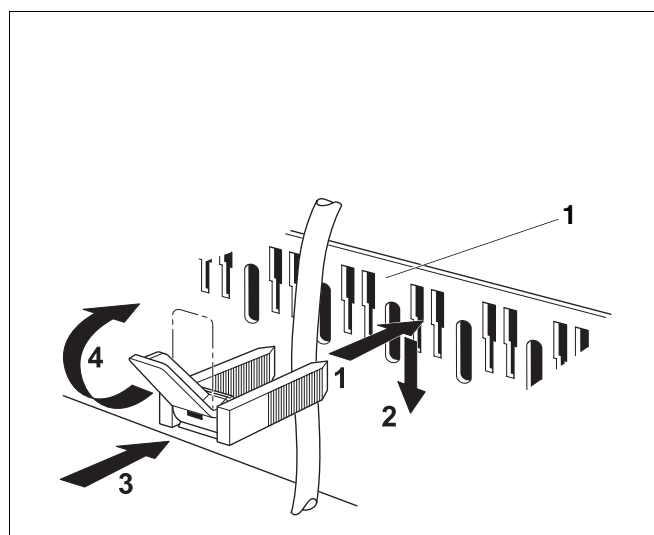

Abb. 13 Leitung mit Kabelschellen sichern
- Kabelschelle mit eingelegter Leitung von oben in die Schlitz des Schellenrahmens (Abb. 13, **Pos. 1**) einsetzen; der Steg des Hebels muss dabei nach oben zeigen (Abb. 13, Schritt 1).
- Kabelschelle herunterschieben (Abb. 13, Schritt 2).
- Gegendrücken (Abb. 13, Schritt 3).
- Hebel nach oben umlegen (Abb. 13, Schritt 4).